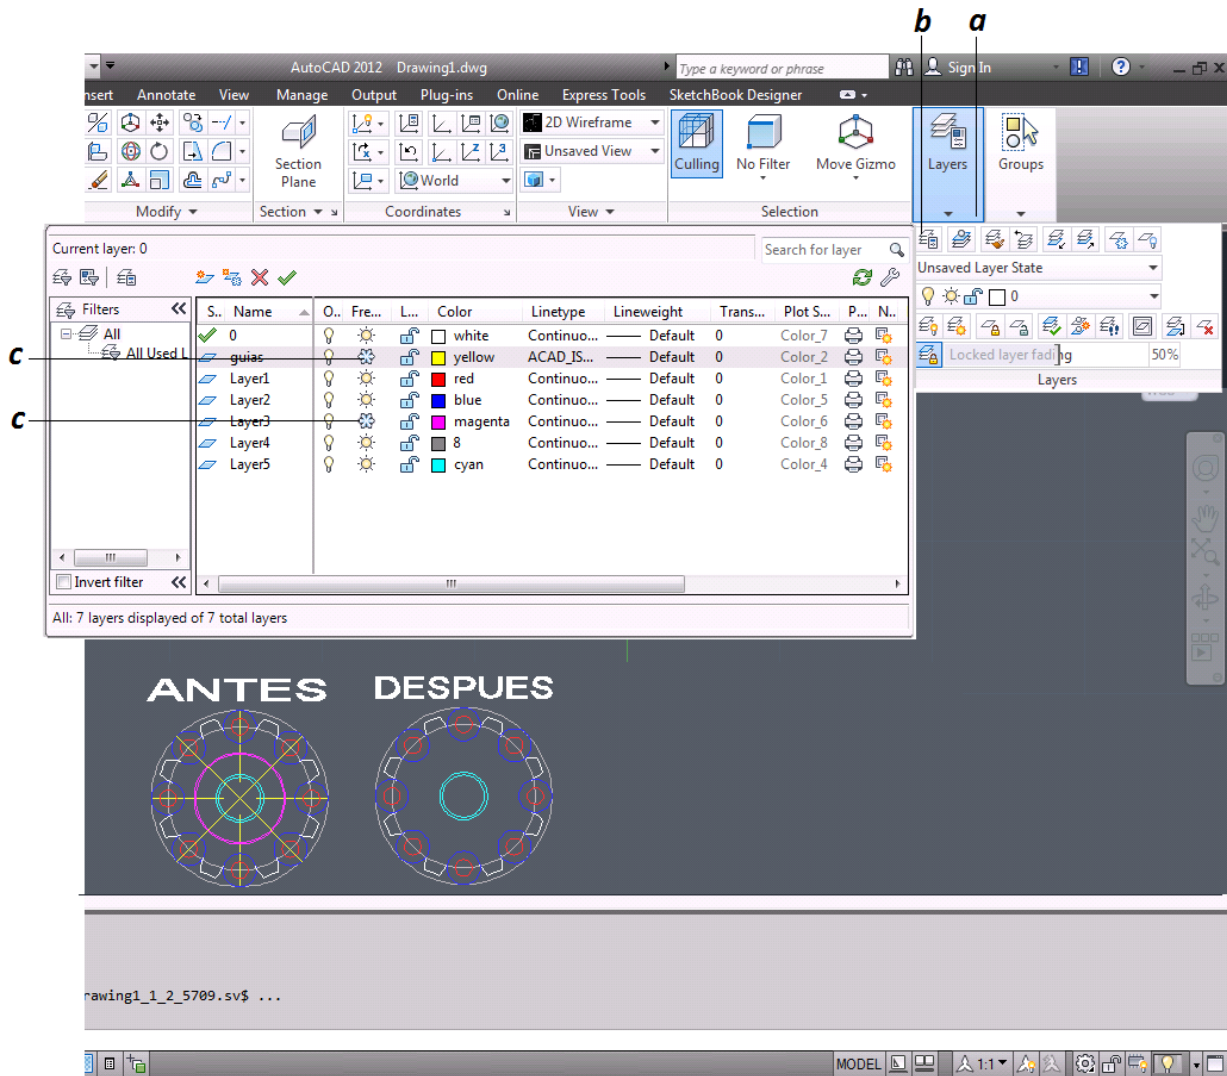

Figura 3.50 Capas “Inutilizar o Reutilizar una Capa”
- Se selecciona el icono Capas (figura 3.50).
- Se selecciona el icono Propiedades de Capas (figura 3.50).
- Se selecciona icono inutilizar [freeze] para congelar la capa o en el icono reutilizar [thaw], para descongelar las capas seleccionadas (figura 3.50).